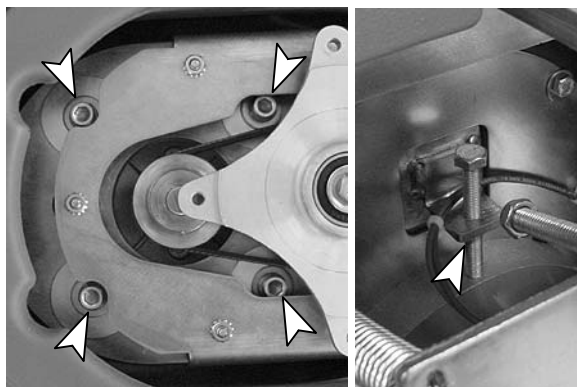

BILD. 14
2. Lossa de fyra motormonteringsskruvarna och vrid åt spänningsbultens låsmutter som visas på bilden (bild 14).